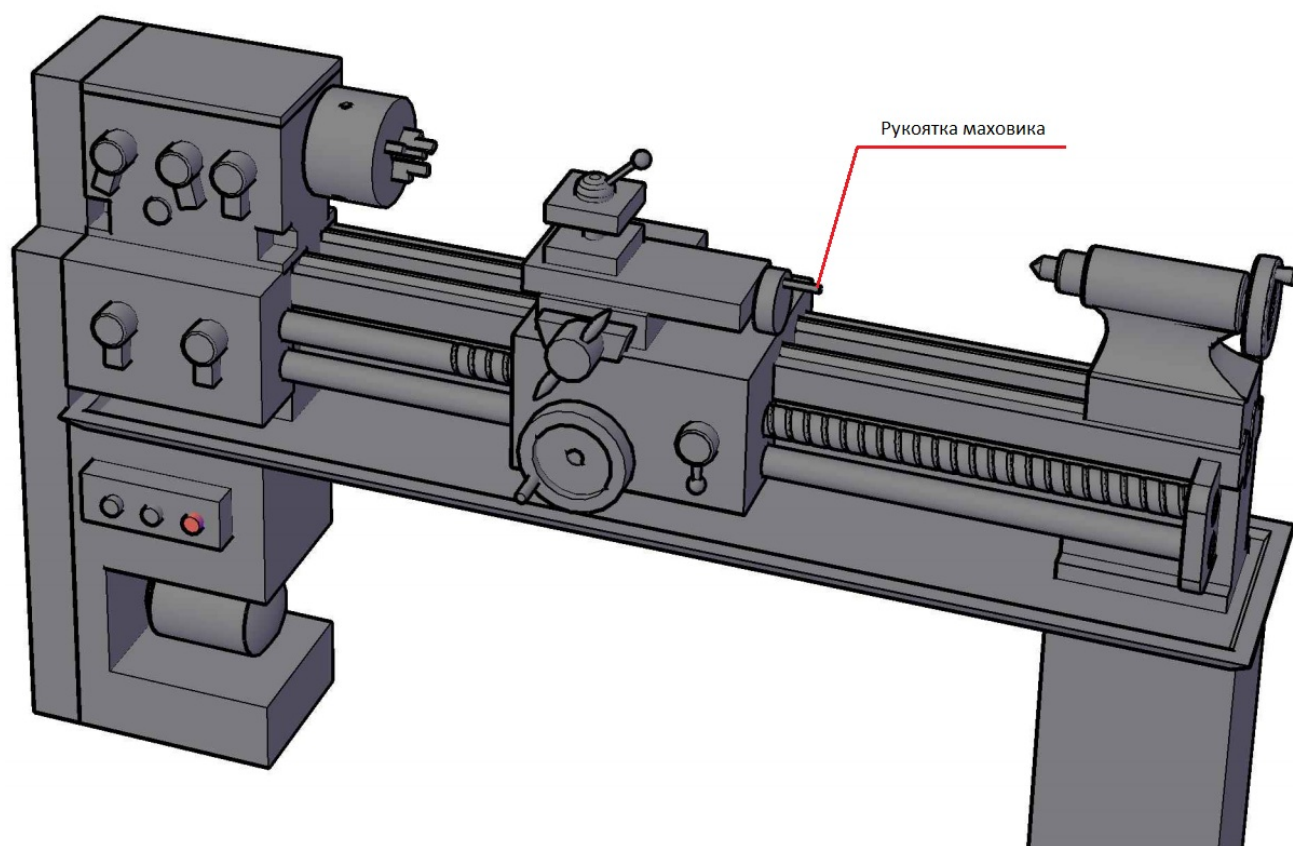
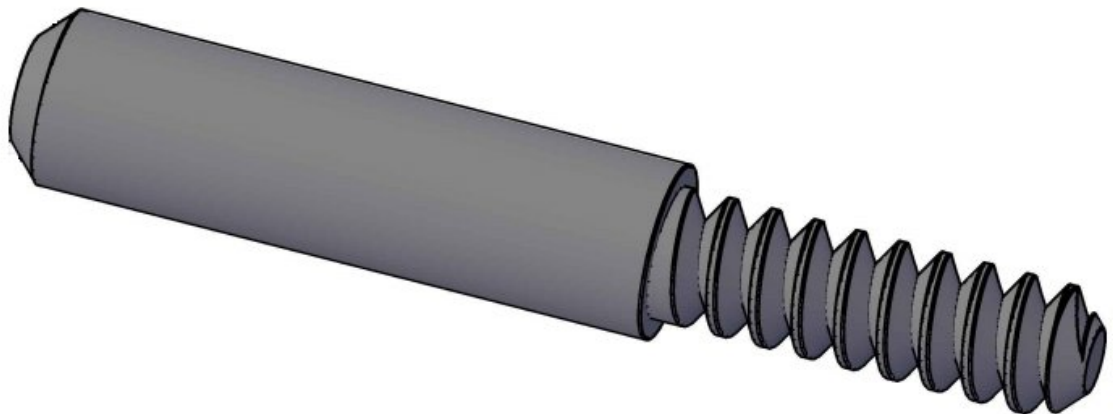

Рис. 1
Рис. 2
1. По данному образцу (Рис. 1) и эскизу (Рис. 2) разработайте технологическую карту (Таблица 1) по изготовлению *рукояти маховика*;